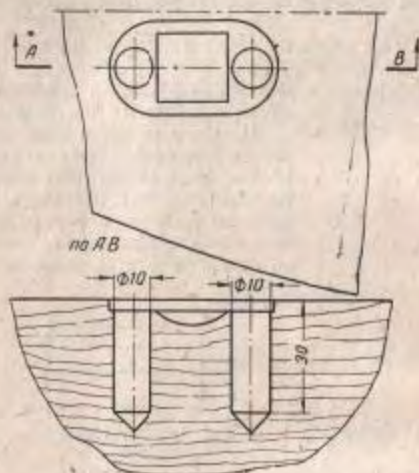
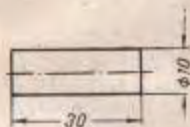
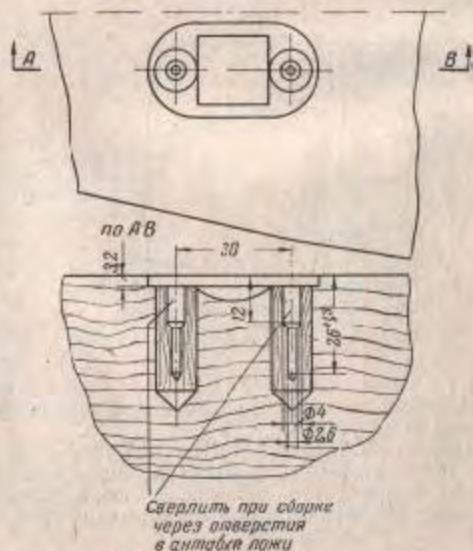

Рис. 103. Расчертовка в прикладе гнезд для пробок
Рис. 104. Заготовка пробки
Рис. 105. Постановка и обработка пробок
(I) Рассверлить в прикладе гнезда для пробок до диаметра 10 мм (рис. 103), изготовить пробки (рис. 104), поставить их на клею в гнезда и обработать заподлицо с ложей, затем по отверстиям в антабке просверлить в пробках отверстия (рис. 105).